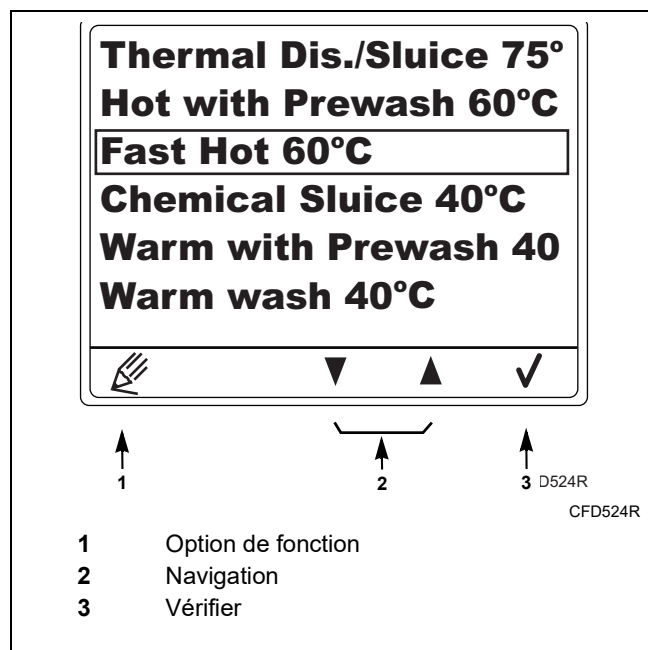

Figure 29
1. Sélectionner la programmation à modifier à l'aide des touches sous les icônes de Navigation. Se reporter à la *Figure 29*.
3. Appuyer sur la touche sous l'icône Le crochet pour confirmer la fonction. Se reporter à la *Figure 29*.